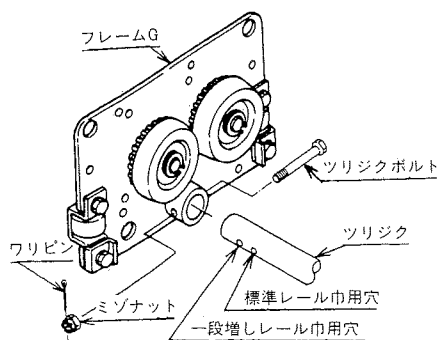

図 12
- ツリジクをフレームGにツリジクボルト、ミゾナット、ワリピンで固定する。この時、ワリピンの先をしっかりと折り曲げてください。 <図12参照>
- ツリジクをフレームGにツリジクボルト、ミゾナット、ワリピンで固定する。 <図12参照>